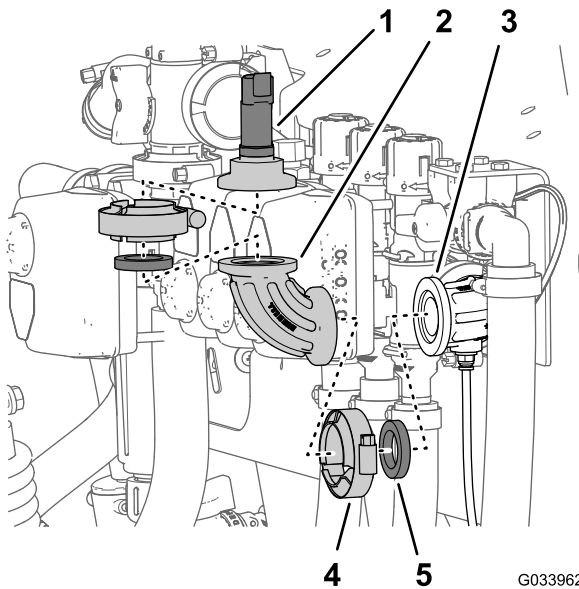

图 26
2. 取下将压力传感器固定至 90 度接头的法兰夹具然后卸下传感器、垫片和法兰夹具 图 26。
3. 取下将 90 度接头固定至带传感管接头的 90 度接头的法兰夹具然后卸下 90 度接头、垫片和法兰夹具 图 26